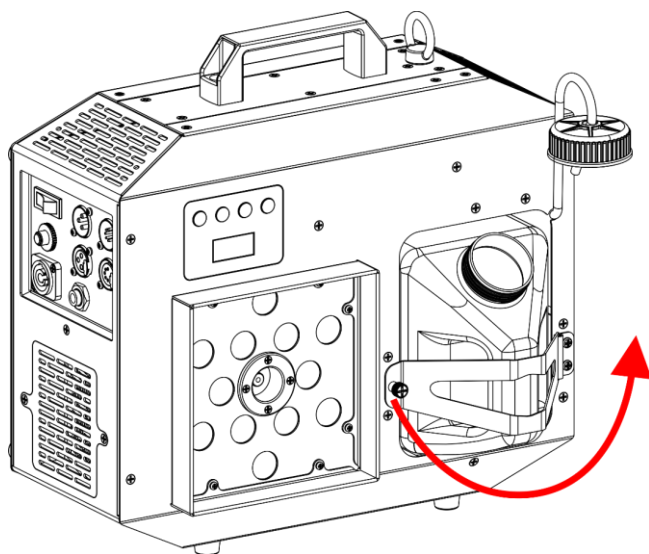

Abb. 08
- 03) Drehen Sie die **Halterung für den Flüssigkeitstank (03)**, wie in Abb. 08 gezeigt.